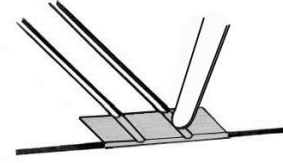

Abb. 3
- Anschließend wird dieser wieder umgedreht, die Gewebeüberstände werden nach innen eingeschlagen und mit dem Falzbein gut in die Gelenkfugen eingerieben (Abb. 3).